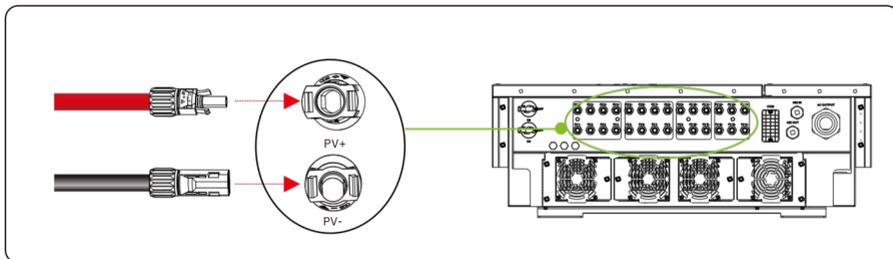

Figura 5.14 Conectando ao inversor
Passo 6 Insira os conectores positivo e negativo em seus terminais correspondentes do inversor até que um som de "clique" seja ouvido, como mostrado na Figura 5.14.